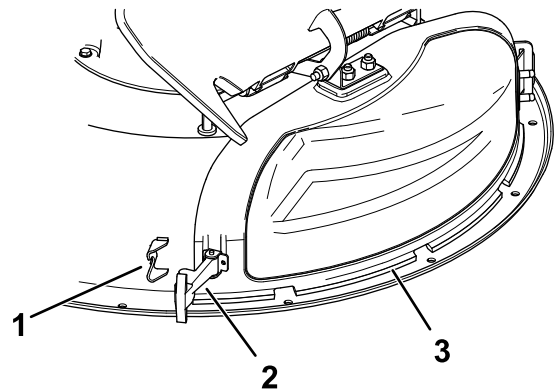

Figure 12
3. Dégagez le loquet à poignet flexible de la gâche sur le couvercle d'éjection et faites pivoter ce dernier sur la droite (Figure 12).
6. Fixez le couvercle d'éjection au plateau de coupe en accrochant le loquet à poignée flexible du couvercle d'éjection à la gâche sur le plateau de coupe (Figure 12).